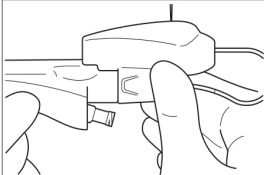
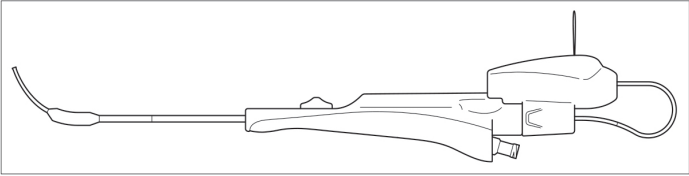

Figura 3
Figura 4
- Ligue o encaixe do LED Light Fiber ao encaixe estriado no aparelho XprESS (Figura 3). Alinhe a ponta distal da fibra com a extremidade distal do XprESS (Figura 4).